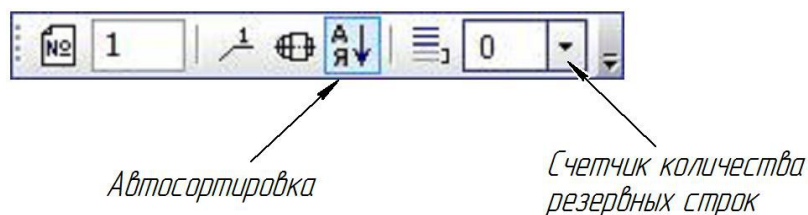

Рис. 4.18. Инструментальная панель «Текущее состояние»
- ➔ В счетчике «Количество резервных строк» (рис. 4.18), расположенном на панели **Текущее состояние**, из списка выберите число 0.